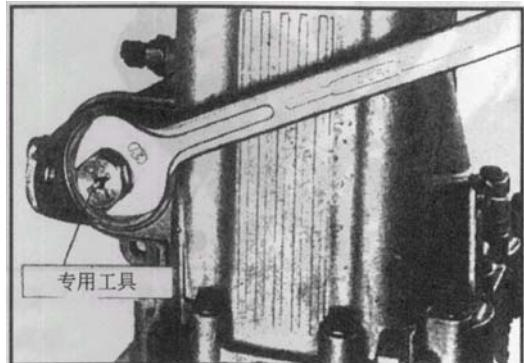

图 4-55 拆卸换档轴（二）
(2) 用专用工具旋开螺塞盖，取出换档轴，如图 4-55 所示。